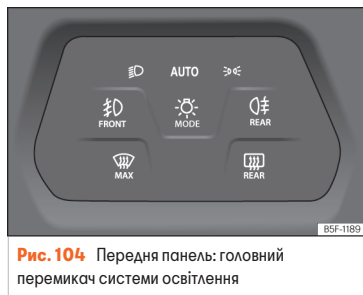

Рис. 104 Передня панель: головний перемикач системи освітлення
• Увімкніть запалювання і оберіть режим **AUTO** на головному перемикачі системи освітлення >>> **рис. 104**.
• Вимкніть режим **AUTO** на головному перемикачі системи освітлення >>> **рис. 104**.